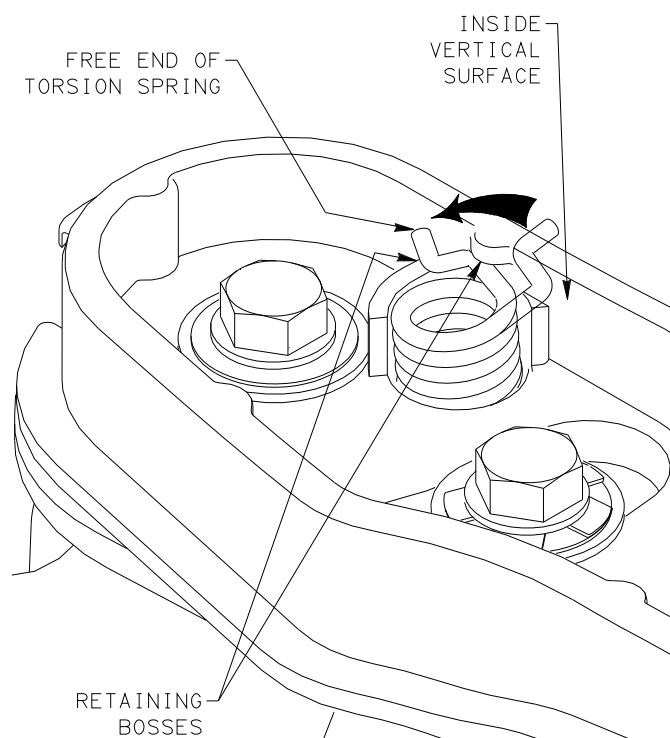

FIGURE 5
5. GRASP FREE END OF TORSION SPRING WITH PLIERS. LOAD TORSION SPRING BY TWISTING SPRING AND POSITIONING FREE END OF TORSION SPRING AGAINST INSIDE VERTICAL SURFACE BETWEEN RETAINING BOSSES. SEE FIGURE 5.